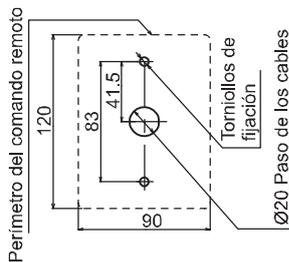

Fig. 1
2. Efectúe 3 agujeros en la pared (Fig.1), uno para el cable y dos para los tornillos de fijación. Si es necesario utilice los tacos.
4. Verifique que el tipo de gas seleccionado mediante los microinterruptores del PCB (Fig.1 y pág.33) coincida con el tipo de gas de la instalación.